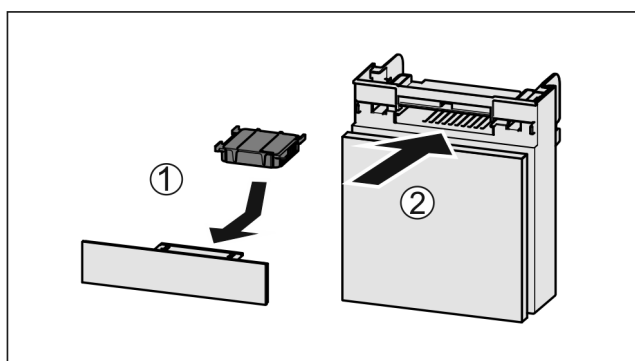

Fig. 246
- Vendosni filtrin me karbon aktiv siç tregohet në figurë Fig. 246 (1).
- Futni kutinë në vend Fig. 246 (2).